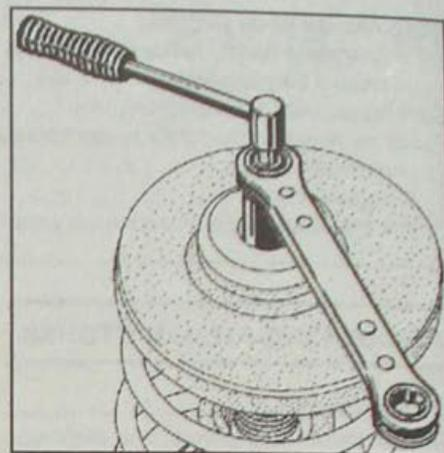

Рис. 10.5. Использование двух ключей для отворачивания центральной гайки крепления штока амортизатора
- Зафиксируйте ключом шток амортизатора от проворачивания и, используя второй накидной ключ, отвинтите центральную гайку крепления штока амортизатора (рис. 10.5).